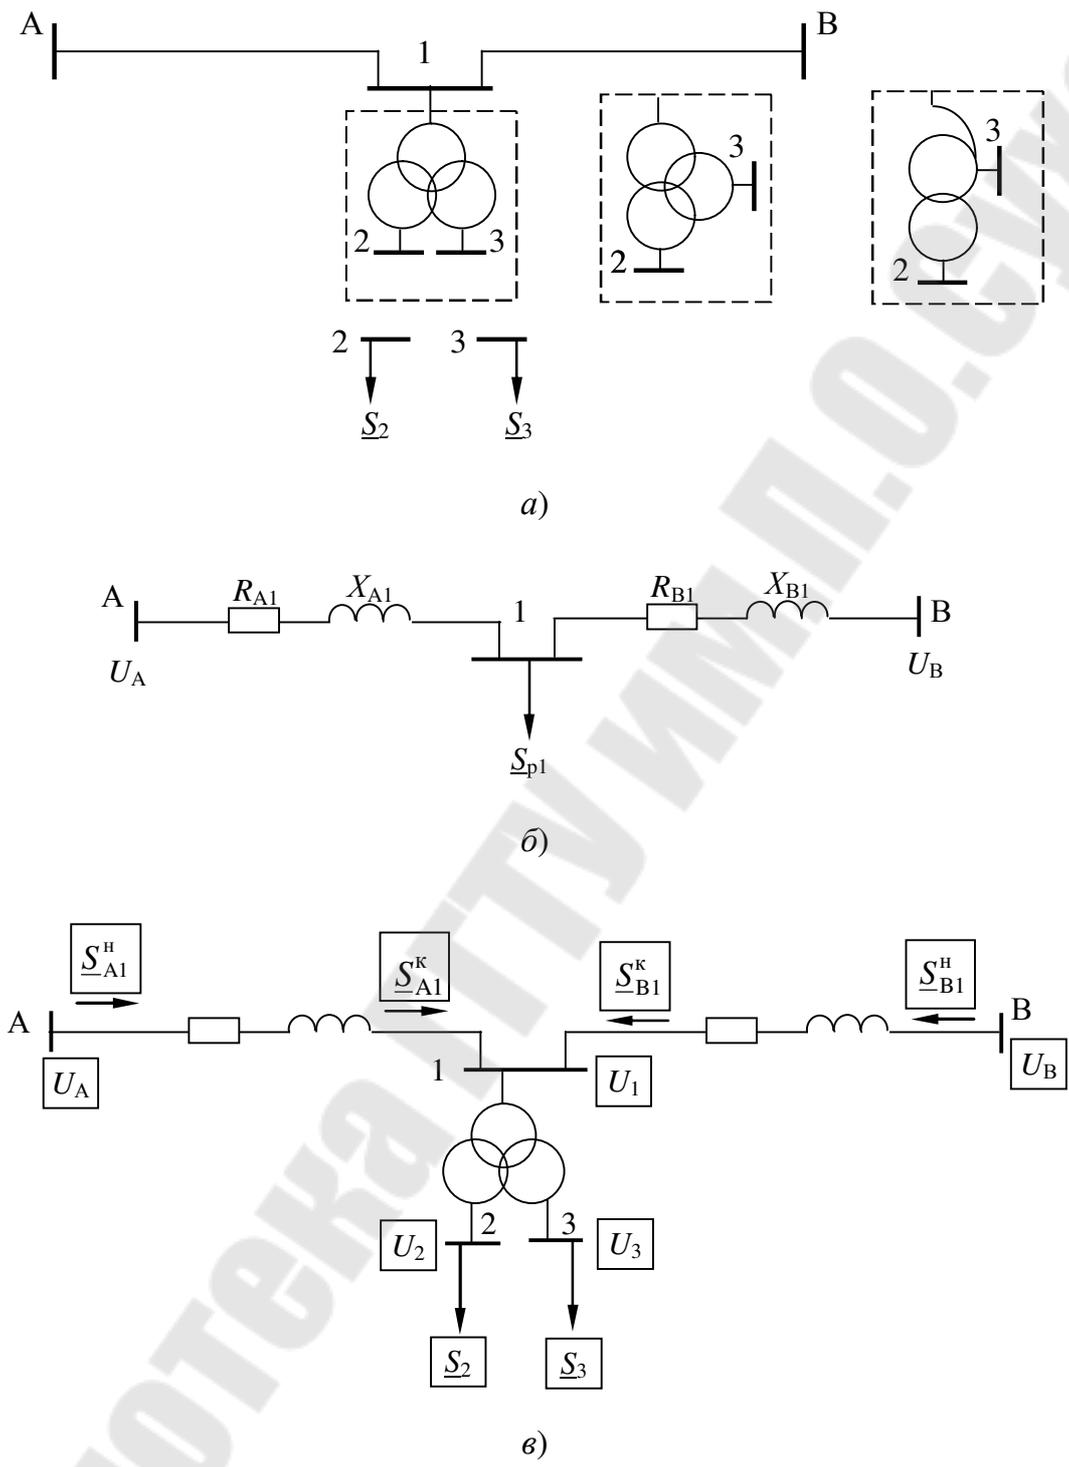

Рис. 5.1. Исходная схема замкнутой сети (а), расчетная схема (б) и режимная схема (в)
Для варианта линии с двухсторонним питанием номинальным напряжением 110–330 кВ (рис. 5.1) необходимо:
- 2) составить расчетную схему и определить расчетную нагрузку (рис. 5.1, б);
- 5) результаты расчетов режима нанести на режимную схему (рис. 5.1, в).
Варианты заданий к рис. 5.1